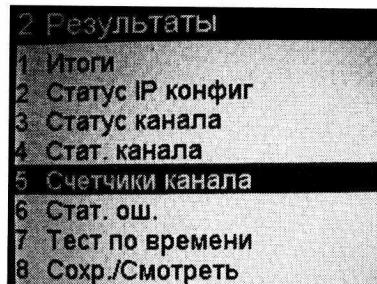

Рисунок 20
5.8.4 Дважды нажать на кнопку «Cancel». На дисплее отобразится запрос о выходе из приложения – рисунок 20. Стрелками выбрать «Да». Нажать на кнопку «OK».